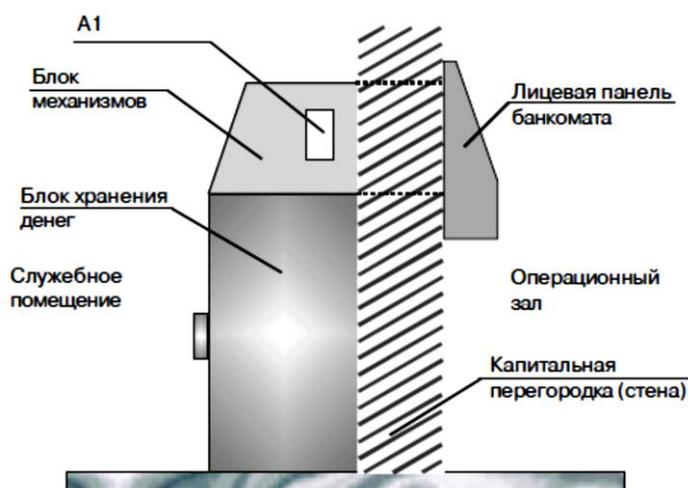

Рисунок 7. Установка извещателя на банкомате, встроенном
- извещатель для защиты лицевой панели банкомата от вандализма или взлома рекомендуется устанавливать на металлическом кожухе, закрывающем внутренние механизмы и расположенном в зоне загрузки (рисунок 7).